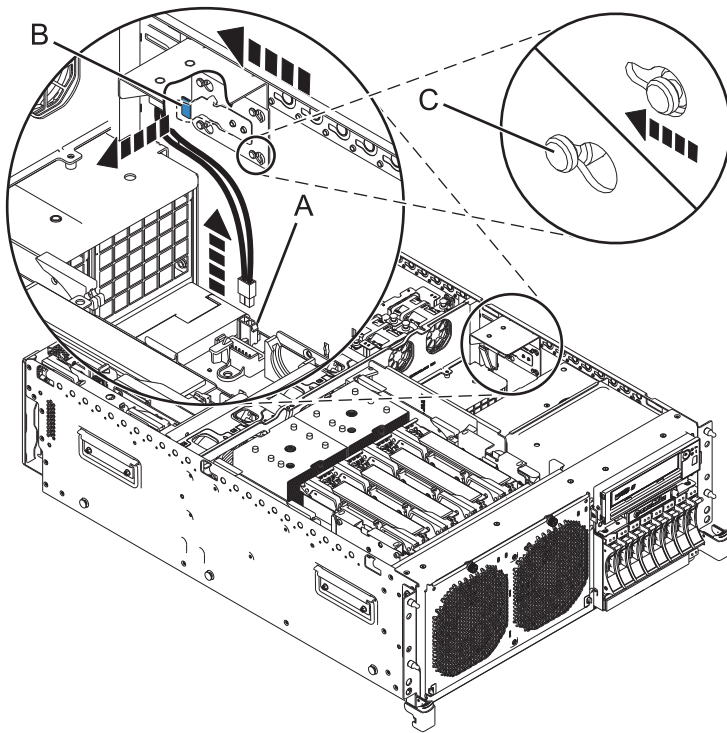
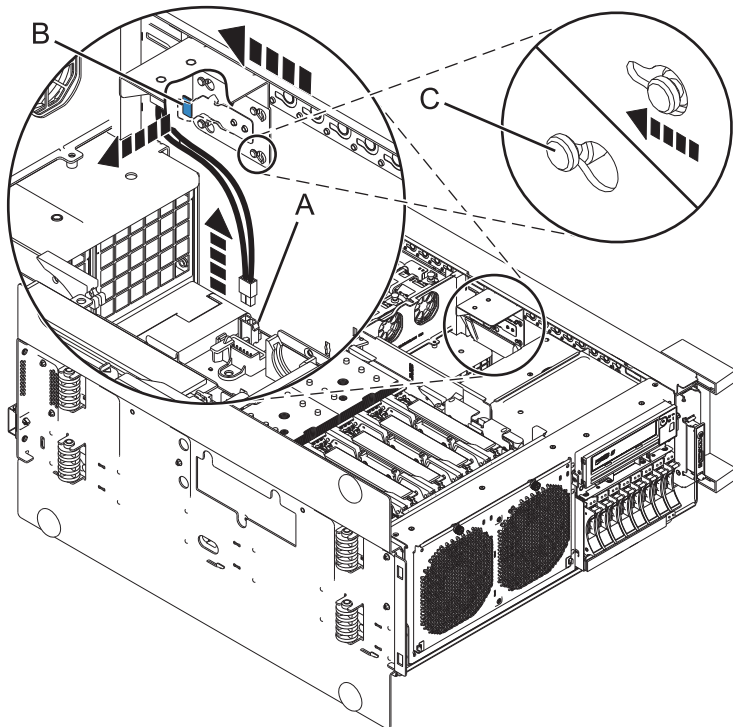

図1. ラック・マウント型システムのパワー・インターロック・スイッチの取り外し
図2. スタンドアロン型システムのパワー・インターロック・スイッチの取り外し
7. 3 ページの図 1 と 4 ページの図 2 に示すように、シグナル・ケーブルを (A) のシステム・ボードの接続場所から切り離します。
8. パワー・インターロック・スイッチをシャーシの右側の内壁に取り付けます。スイッチの下にある (B) の青いロック・タブを引き、メカニズムを後方へ慎重にスライドさせ、(C) のねじホールドから外します。